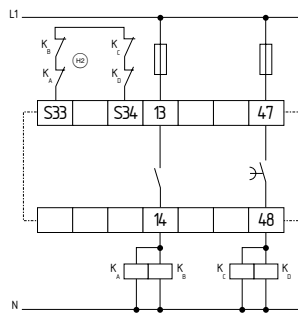

Fig. 19
**Commande à 2 canaux avec boucle de retour (Fig. 19)**